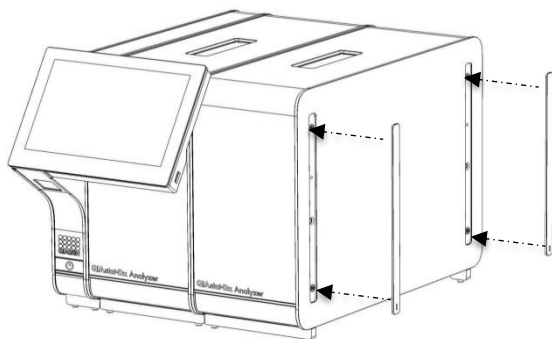

Рис. 14. Повторное крепление защитных накладок на дополнительном аналитическом модуле.
5. Снова прикрепите защитные наклейки к боковой стороне дополнительного аналитического модуля (рис. 14).